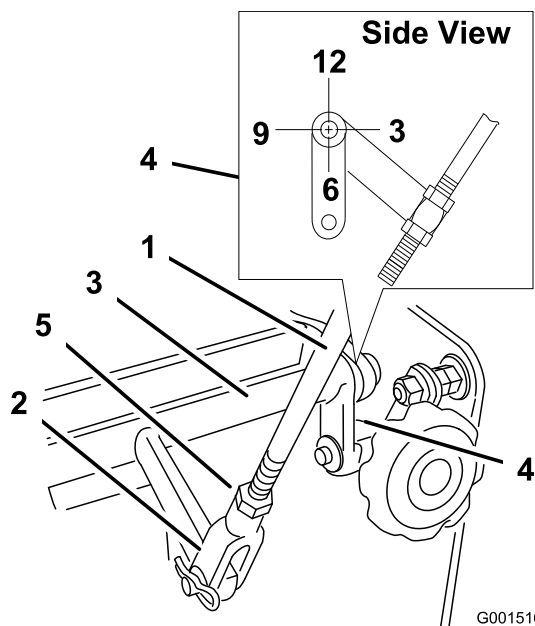

Рисунок 29
4. Проверьте ориентацию выступов на концах коленчатого рычага управления скоростью. Убедитесь, что выступы направлены прямо вниз и находятся приблизительно в положении «6 часов» (Рисунок 29).
5. Отрегулируйте резьбовую вилку в нижней части рычажного механизма управления скоростью так, чтобы выступы находились в положении «6 часов» (Рисунок 29).